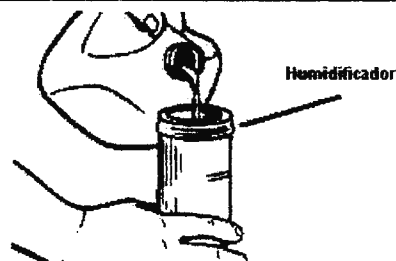

Fig. 9
b.2) Si se requiere del uso del humidificador, tome la botella humidificadora y llénela con agua destilada hasta el nivel indicado por el fabricante (no sobrepase éste nivel). (Fig.9)